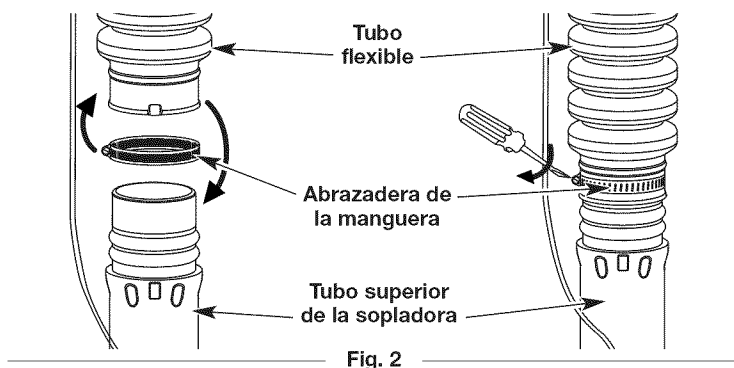

Fig. 2
1. Ponga una abrazadera de manguera alrededor del otro extremo del tubo flexible (Fig. 2).
2. Pase el tubo flexible y la abrazadera de la manguera por encima del extremo superior del tubo superior de la sopladora (Fig. 2).
3. Apriete el tornillo situado en la abrazadera de la manguera con un destornillador plano (Fig. 2).